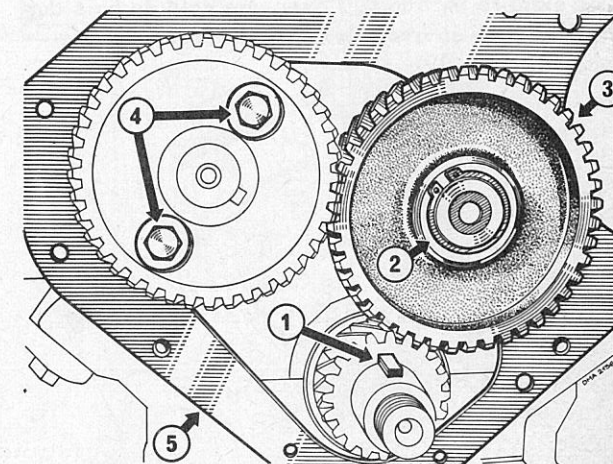

Fig. 9
Retirer la plaque intermédiaire (5) (Fig. 9).